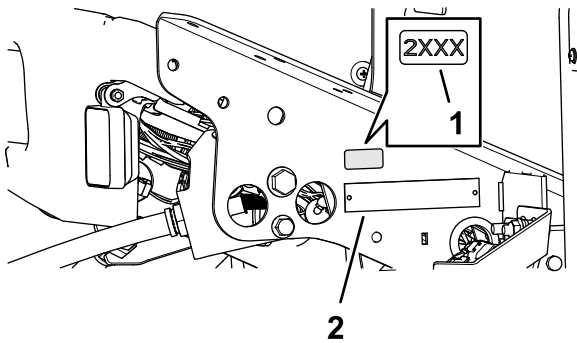

Figura 38
1. Folosii alcool sanitar i o lavetă curată pentru a curăa zona suportului de podea de lângă plăcua cu numărul de serie i lăsa suportul să se usuce (Figura 38).